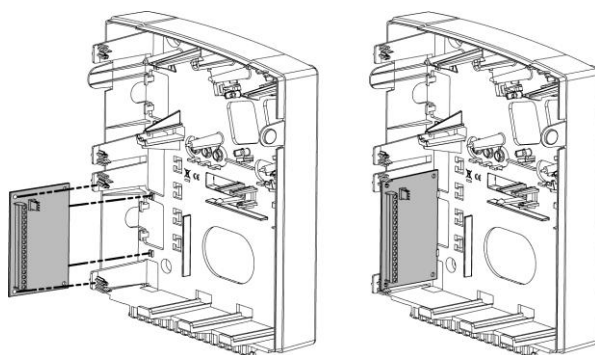

Figura 3-3: Espansione Zone posizionata all'interno del contenitore della LightSYS
- 4. Alloggiare il modulo di espansione Uscite all'interno del contenitore della centrale o in un contenitore esterno, a seconda dello spazio disponibile (Vedere Figura 3-3) .
- 5. Se l'Espansione Uscite è installata in un contenitore separato, possono essere utilizzati i morsetti TAMP e COM come segue: Collegare uno (o più) interruttori normalmente chiusi (NC) in serie tra il morsetto TAMP e il morsetto COM per chiudere il circuito quando il contenitore è chiuso.